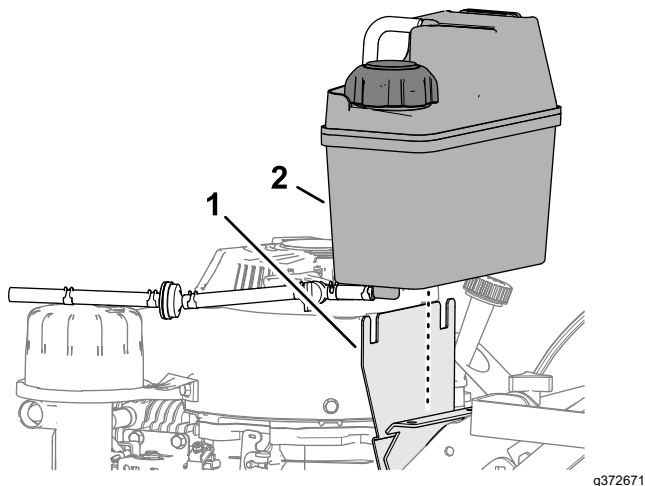

Figure 38
2. Soulevez le réservoir de son support (Figure 38).